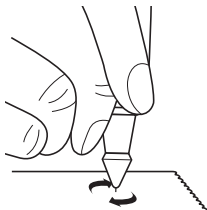

Рис. 2.3
- Установите прибор так, чтобы его наконечник находился под прямым углом (90 градусов) относительно бумаги или каменной подставки. Начните перемещать его круговыми движениями, не втягивая наконечник (**рис. 2.3**).